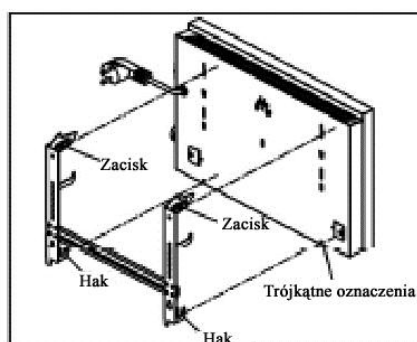

Fig. 3
- 3) Zamontować grzejnik na stelażu; upewnić się, że hak na stelażu pasuje do otworu z tyłu grzejnika (trójkątne oznaczenia). Wyrównać zaciski stelażu z otworami z tyłu grzejnika. Przycisnąć mocno zaciski do otworów tak, aby odpowiednio się zablokowały (fig.3).